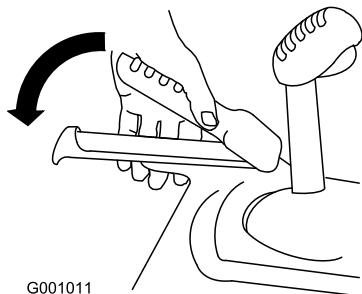

Figure 31
2. Engagez le levier de commande de déplacement et maintenez-le en place (Figure 31).